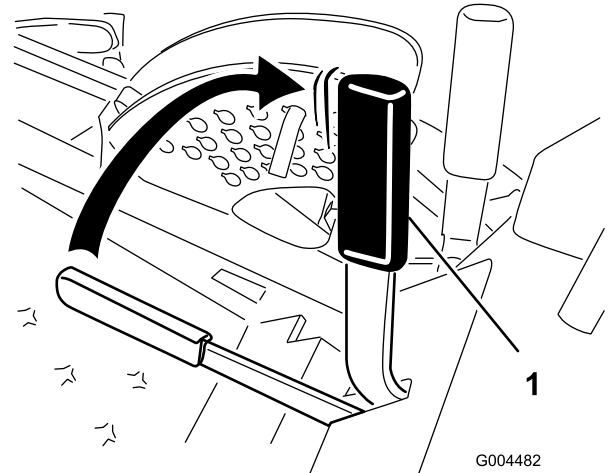

図 15
2. 駐車ブレーキ (図 15) を後ろに引き上げて、駐車ブレーキを掛ける。駐車ブレーキ・レバーが確実に固定されたのを確認する。
ブレーキ・レバーを前に倒して解除する(図 15)。